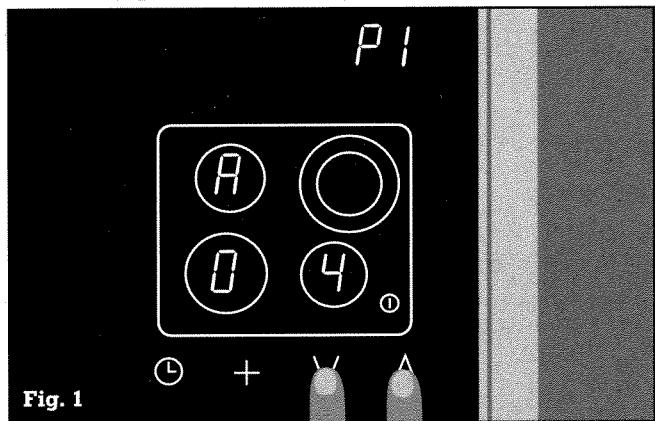

Fig. 1
- La table de cuisson étant allumée, effleurez les symboles V et A. Un signal sonore se fait entendre. Maintenez les doigts enfouis pendant quelques secondes jusqu'à ce qu'un second signal sonore se fasse entendre et que P / s'allume sur l'afficheur de la minuterie. Enlevez les doigts des symboles. Sur l'afficheur des zones de cuisson, apparaît R 04, ce qui correspond à une durée de fonctionnement de 4 minutes de l'accélérateur de chauffe (fig. 1).